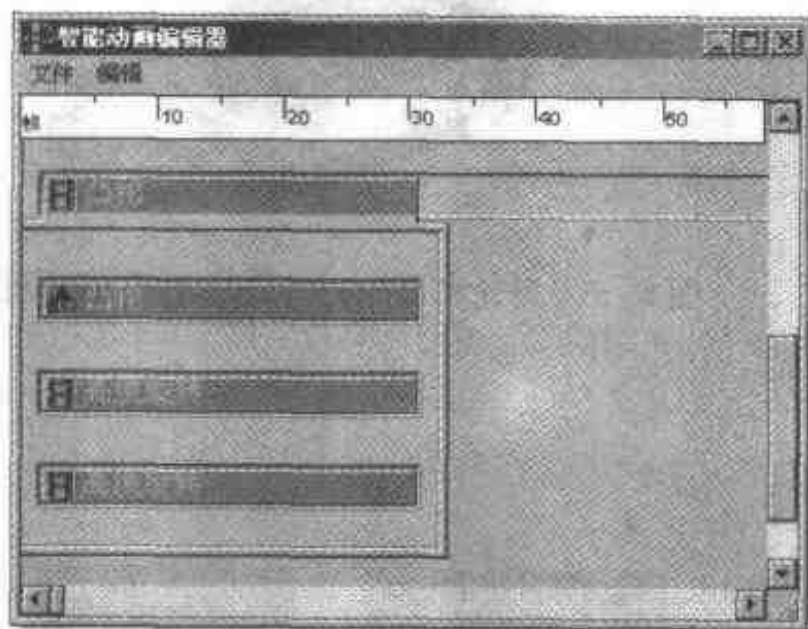

图 5.51 展开凸轮的动画片段
- (4) 再次在左侧零件设计树中选择【凸轮】,单击【智能动画】按钮后弹出【智能动画向导】对话框,选择【旋转】单选按钮后,在相应显示的下拉列表中选择 around height direction 选项,将旋转角度改为-25。
- (5) 打开智能动画编辑器,双击【凸轮】打开动画片段,结果如图 5.51 所示。